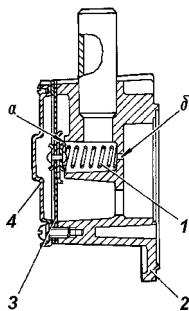

Рис. 9.6. Регулятор разрежения:
**Обслуживание системы вентиляции картера двигателя.** Через каждые 20000 км пробега очищайте и промывайте бензином трубопроводы (шланги) системы вентиляции, калиброванное отверстие "б" и детали регулятора разрежения (рис. 9.6).